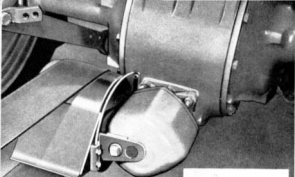

FIG. 73
RIEMSCHIJF (Fig. 73)
3. Monteer de riemschijf in een van de drie standen, zoals aangegeven op fig. 73 en zet deze vast met de vier moeren. De beide horizontale standen geven een tegengestelde draairichting. Monteer de riemschijf niet met de poelie naar boven, daar het bovenlager dan geen goede smering zal krijgen.